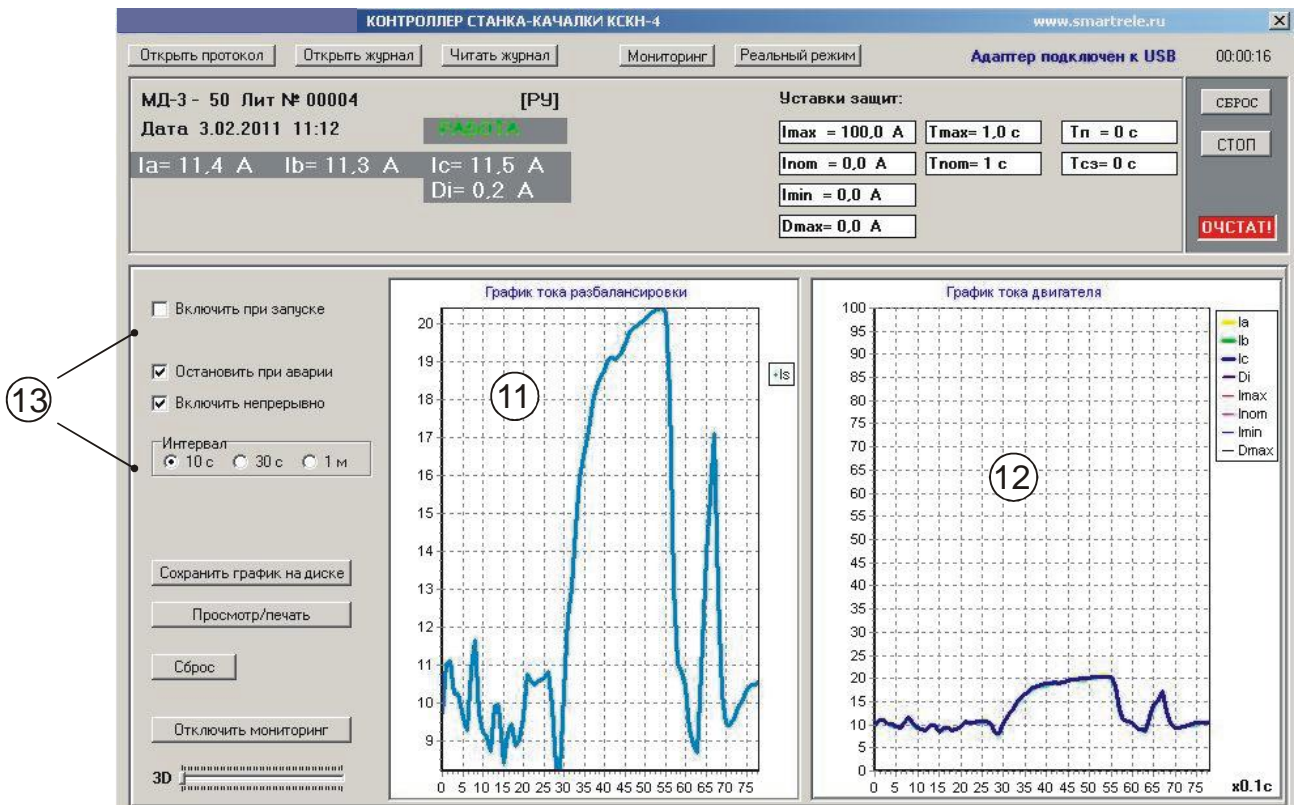

Рисунок 7 – отображение мониторинга работы двигателя, оснащенного контроллером КСКН-3, КСКН-4, в реальном времени
5.8.8 Кнопка РЕАЛЬНЫЙ РЕЖИМ переводит программу в режим реального времени, т.е. отображения текущих значений токов и уставок режимов с возможностью редактирования уставок, графика работы электроустановки и выполнения операции ОЧСТАТ - очистки журнала событий, СБРОС/ПУСК – пуск двигателя и сброс блокировок, БЛОКИРОВКА – блокировка запуска двигателя (снимается только нажатием кнопки СБРОС/ПУСК из управляющей программы). При включении режима МОНИТОРИНГ открывается графическое окно 11 и 12 (рис.7) для наблюдения режима нагрузки двигателя и тока разбалансировки качалки в графическом режиме. Режим отображения графика задается с помощью группы флажков 13.